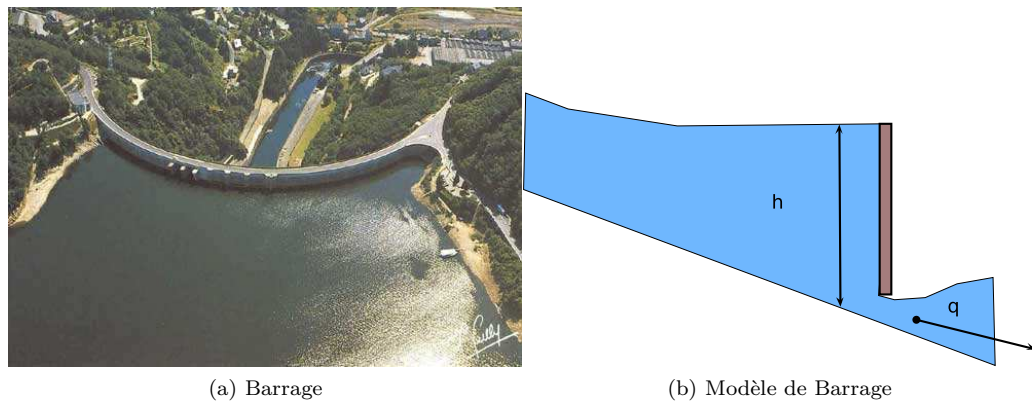

FIG. 3: Problème 2 : Barrage
1. Etudier la courbe de remous d'un barrage de hauteur $h_0 = 1\text{m}$, d'une débitance de $q = 0,1\text{m}^3\text{s}^{-1}$. On prendra une pente de $\theta = 0,3^\circ$ et un coefficient de Manning $K = 50\text{m}^{1/3}\text{s}^{-1}$. (*Attention au sens de calcul!!*) (figure 3)